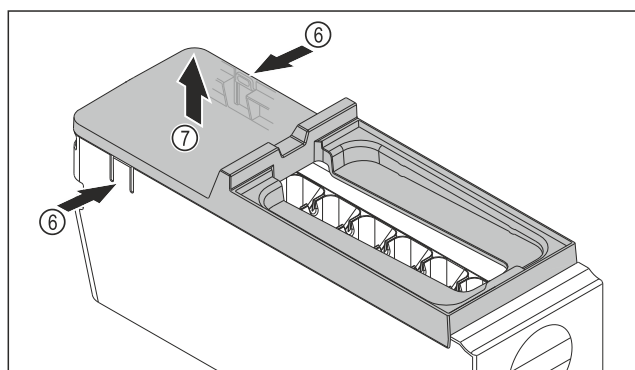

Fig. 118
- ▶ Afdekking van de EasyTwist-Ice-corpus wegnemen: Strips Fig. 118 (6) aan beide zijden van de EasyTwist-Ice-corpus met een hand indrukken.
- ▶ Afdekking Fig. 118 (7) met de andere hand van bovenaf wegnemen.